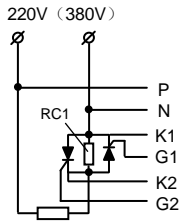

图 14: C2 型应用二传统触发型单相移相触发
3. C2、C8 类型采用传统触发方式，触发有极性且必须接同步信号线，请严格参照前文图 13、图 14、图 17 相关接线图连接。